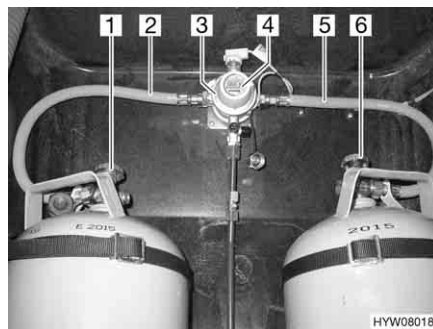
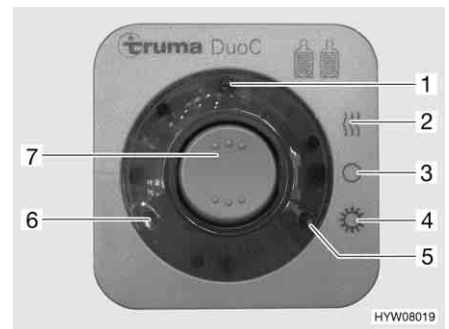

Fig. 74 Impianto di commutazione DuoControl
Fig. 75 Centralina di controllo
L'impianto di commutazione DuoControl è costituito da una valvola di commutazione (Fig. 74,3) e da una centralina di controllo (Fig. 75). La valvola di commutazione è installata tra i tubi del gas (Fig. 74,2 e 5). Con la manopola (Fig. 74,4) sulla valvola di commutazione è possibile stabilire, quale delle bombole del gas viene utilizzata come bombola in uso e quale bombola del gas viene utilizzata come bombola di riserva.
Sulla centralina di controllo (Fig. 75) possono venire azionate solo le funzioni elettriche. Le valvole principali di arresto delle bombole del gas (Fig. 74,1 e 6) devono essere aperti manualmente.
La valvola di commutazione garantisce una pressione del gas costante, indipendentemente da quale bombola provenga l'alimentazione del gas. Le due spie di controllo sulla centralina di controllo indicano il livello di riempimento della bombola in uso. Se è accesa la spia di controllo verde (Fig. 75,6), la bombola in uso è piena. Se è accesa la spia di controllo rossa (Fig. 75,5), la bombola in uso è vuota. Il rifornimento di gas avviene poi tramite la bombola di riserva.
- Aprire le valvole principali di arresto delle bombole del gas (Fig. 74,1 e 6).
- Con la manopola (Fig. 74,4) sulla valvola di commutazione (Fig. 74,3) selezionare la bombola del gas, da cui proviene la principale alimentazione del gas (bombola in uso).
- Sulla centralina di controllo (Fig. 75) attivare l'impianto di commutazione DuoControl.
Posizionare l'interruttore a bilico (Fig. 75,7) su funzionamento invernale "On e riscaldamento" (Fig. 75,2) oppure su funzionamento estivo "On" (Fig. 75,4). La valvola di commutazione è ora disareata. La spia di controllo gialla (Fig. 75,1) è accesa, se si seleziona la modalità di funzionamento invernale e l'impianto antighiaccio con regolatore è attivato.
- Portare l'interruttore a bilico (Fig. 75,7) in posizione "O" (Fig. 75,3). La spia gialla di controllo (Fig. 75,1) si spegne.
- Chiudere le valvole principali di arresto delle bombole del gas (Fig. 74,1 e 6).
Le spie di controllo sulla centralina di controllo (Fig. 75,5 e 6) segnalano all'interno del veicolo, se la bombola in uso è pronta al funzionamento.
Se la spia di controllo verde (Fig. 75,6) si spegne durante il funzionamento e la spia di controllo rossa (Fig. 75,5) si accende, significa che la bombola del gas selezionata come bombola in uso è vuota e deve essere sostituita. La bombola di riserva continua ad alimentare le utenze a gas.